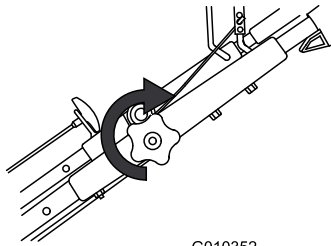

**Bild 16**
2. Positionieren Sie den Griff nach Wunsch (Bild 16).